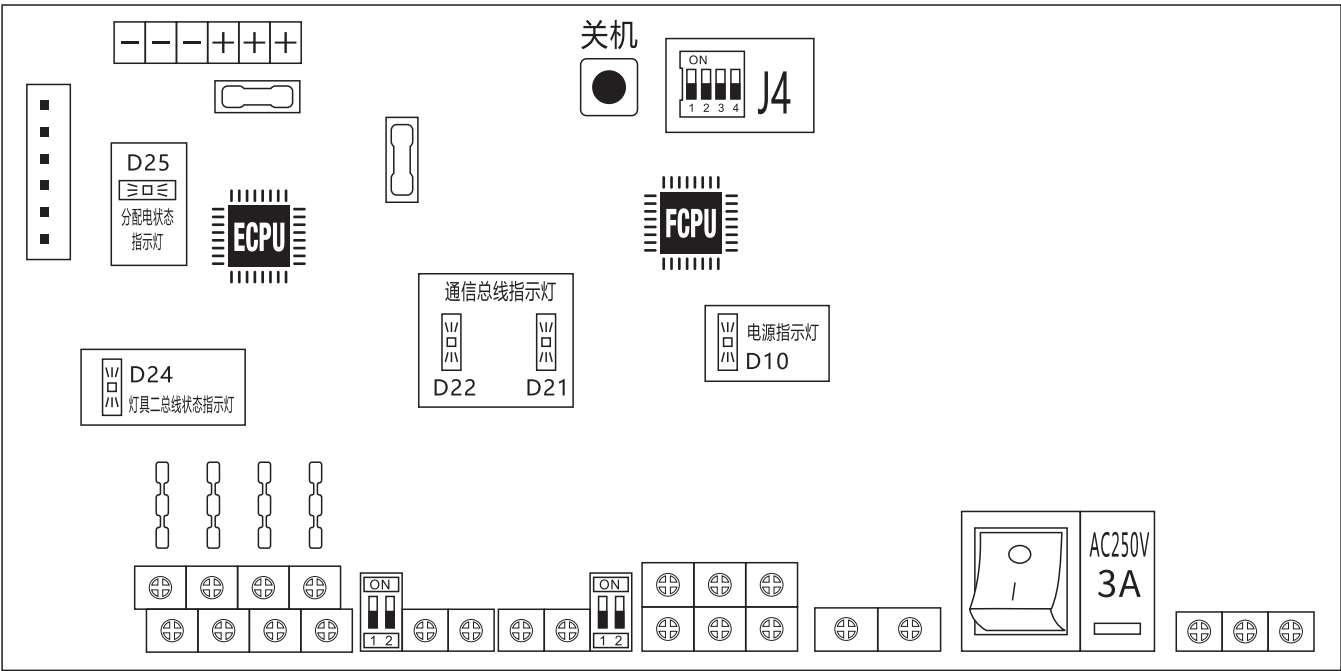

图33
E：表示ECPU芯片版本日期(见图33)
F：表示FCPU芯片版本日期(见图33)
- (1)、LCD面板指示灯
- (2)、主控模块指示灯(见图33)
拨码开关的使用（见图33）